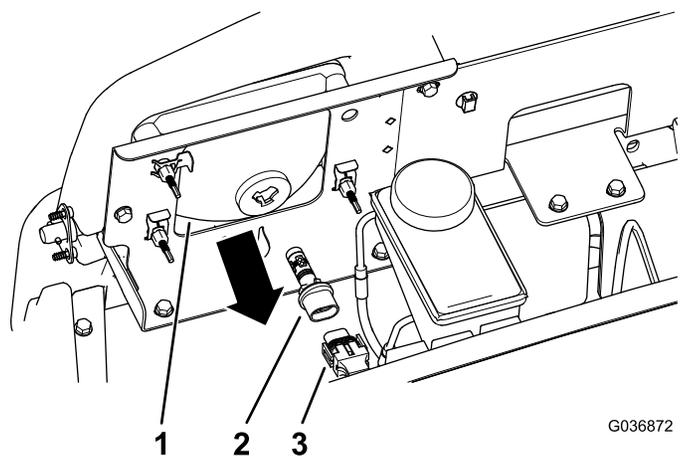

Figure 38
3. Débranchez le connecteur électrique de faisceau du connecteur de l'ampoule au dos du boîtier du phare (Figure 38).
4. Tournez l'ampoule d'un quart de tour dans le sens antihoraire et tirez-la en arrière hors du boîtier (Figure 38).
5. Insérez l'ampoule neuve dans le boîtier du phare et alignez les languettes sur les fentes du boîtier (Figure 38).
6. Fixez l'ampoule en place en la tournant d'un quart de tour dans le sens horaire (Figure 38).
7. Branchez le connecteur électrique de faisceau sur le connecteur de l'ampoule neuve (Figure 38).